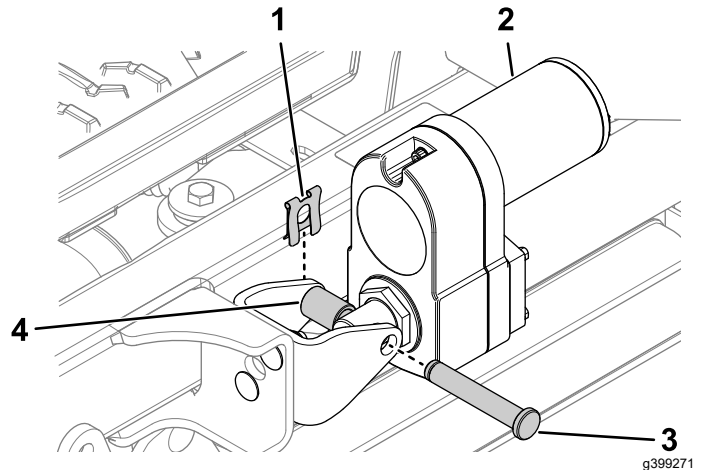

Bild 19
3. Befestigen Sie den Aktor an der Aktorhalterung mit dem Lastösenbolzen, dem Aluminium-Distanzstück und der Schraubklammer, wie in Bild 19 dargestellt.